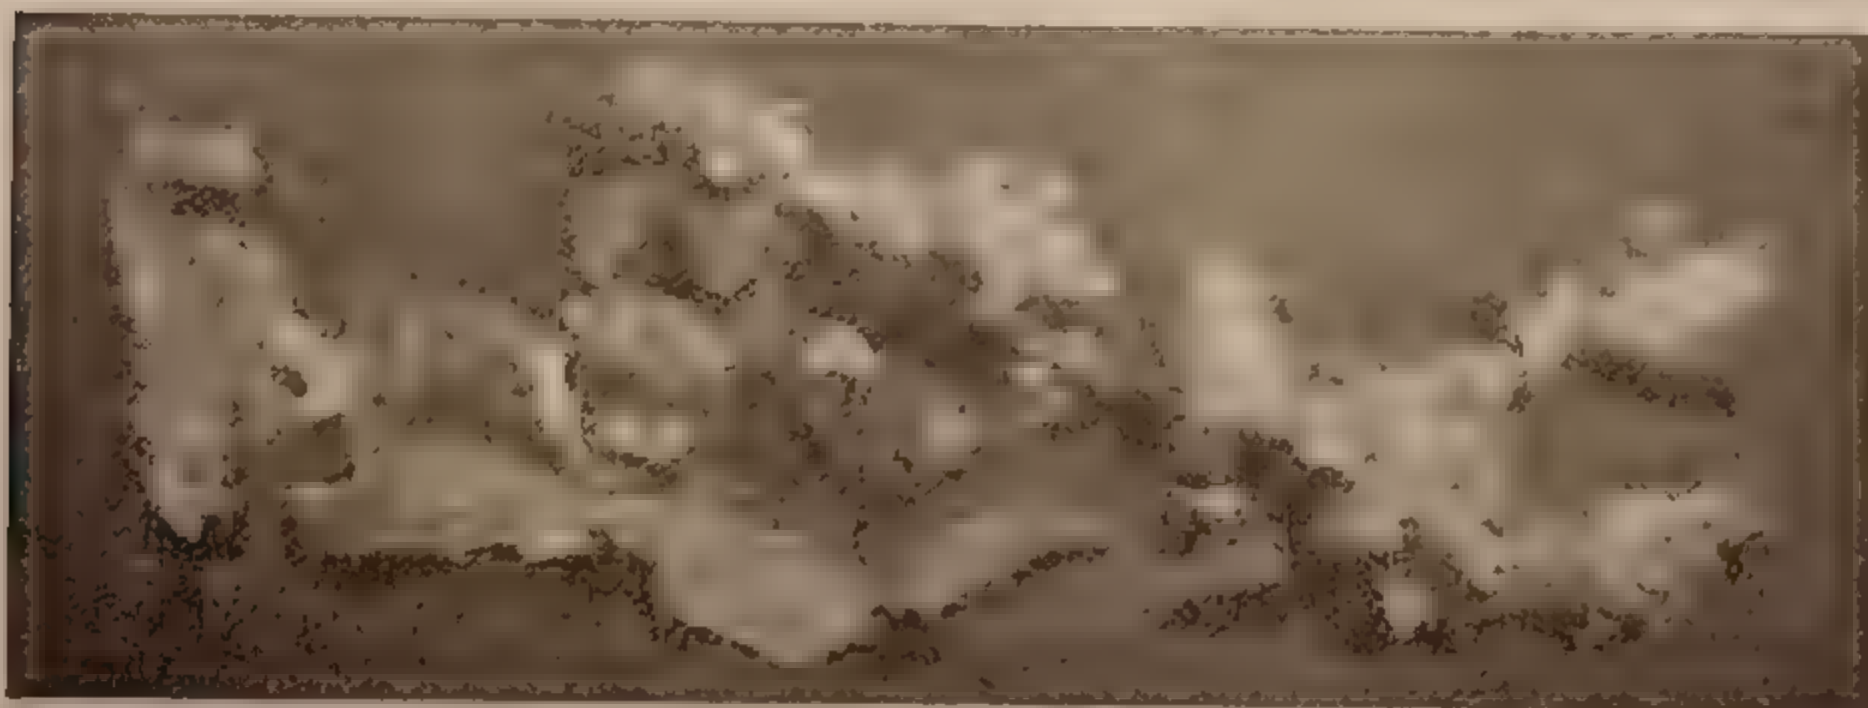

FIG. 144. - Rame nativo con struttura dendritica.
**STATO NATURALE.**— Il rame esiste libero in natura, e fra i metalli nativi è uno dei più diffusi, quindi usati dalla più remota antichità (età del rame ed età del bronzo che succedono all'età neolitica cioè della pietra pulita). Il *rame nativo* si può trovare in cristalli (cubi, ottaedri), in genere però si presenta in masse, spesso dendritiche (fig. 144). Grandi giacimenti di rame nativo si trovano solo presso il Lago Superiore (N. America); in altre regioni è assai più raro. La maggior parte del rame in Europa si ottiene dalle calcopiriti